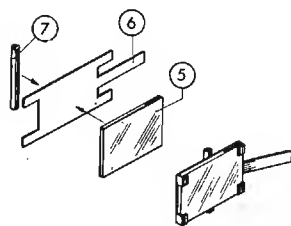

Fig. 250. Il supporto dello specchio mobile.
Più difficile della costruzione descritta è quella in metallo, a dimensioni ridottissime, per l'applicazione diretta sulla macchina fotografica (figg. 248-250). La cassetta è in questo caso di $25 \times 25 \times 75$ mm circa, e consiste di due pezzi (1) e (2) di lamierino (stagnato, zincato, di ottone) 0,5-0,6 mm, in cui le finestre sono scalpellate. I due bulloncini (3) (3×30 mm) portano i due specchi, fisso (4) e mobile (5), e la parte superiore della cassetta che deve combaciare esattamente con la parte inferiore (1). Il portaspecchio (6) è anch'esso di lamiera e provvisto di orecchie per tenere lo specchio (fig. 250); sul retro porta saldato un tubetto (7) che deve girare sul bullone (3) e perciò ha il diametro interno 3 mm. Anche in questo modello, il prolungamento del portaspecchio viene premuto contro la parete della cassetta da una molla che può essere saldata, con l'estremità libera, alla parete stessa; e così il dado (9) per la vite di spostamento (8). Il disco è saldato sulla vite, l'angolo per la marca sulla parete esterna; ambedue questi elementi sono di lamiera.